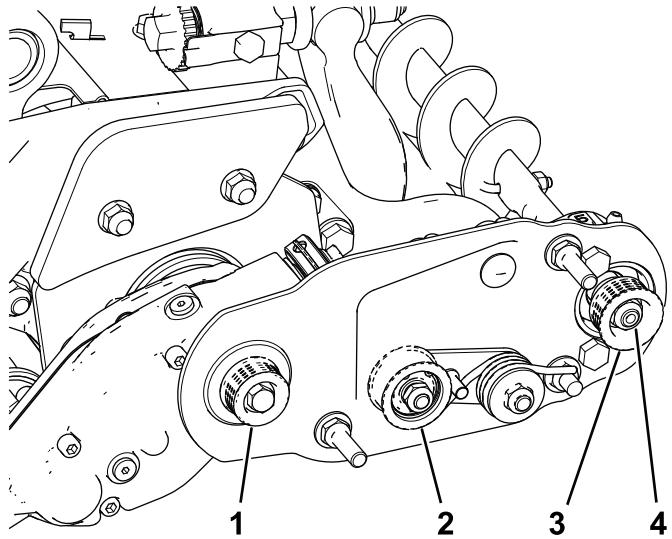
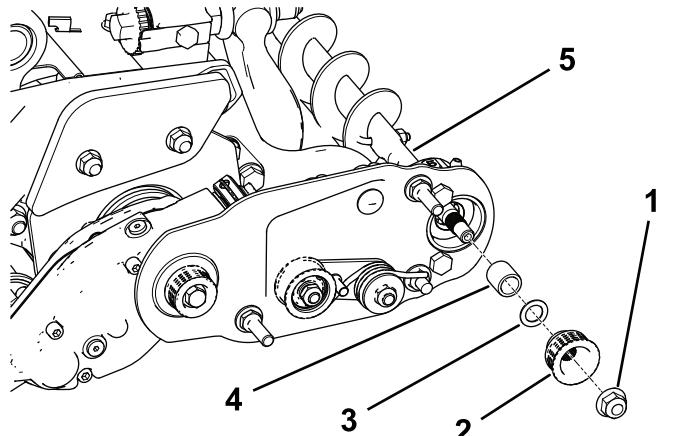

Рисунок 22
Рисунок 23
- Ведомый шкив (на валу щетки катка) можно переместить внутрь или наружу (Рисунок 22).
- Вращая барабан, который будет вращать ведущий шкив, снимите с помощью рычага ремень с ведущего шкива (Рисунок 22)
3. Отверните контргайку крепления ведомого шкива к валу щетки (Рисунок 22 или Рисунок 23).
4. Снимите ведомый шкив с вала (Рисунок 23).
5. Если необходимо сместить шкив наружу, добавьте одну шайбу толщиной 0,8 мм (Рисунок 23).
6. Установите шкив, как показано на Рисунок 23.